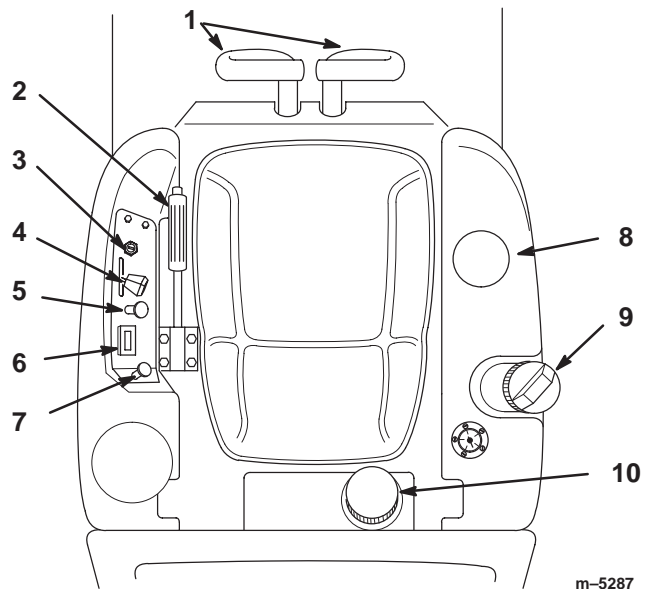

Bild 8
Machen Sie sich mit den Bedienungselementen vertraut, bevor Sie den Motor anlassen oder die Maschine bedienen (Bild 8).
1. Bewegen Sie die Fahr Schalthebel in die Neutralstellung (Bild 8).